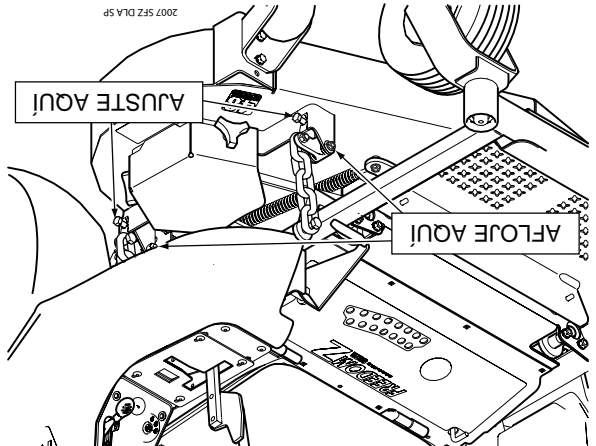

Figura 6-7. Ajuste de altura de la plataforma de corte
3. Afloje las tuercas elásticas de tope que aseguran los puntos de fijación del nivel de la plataforma en ambos lados de la plataforma de corte. (Vea la Figura 6-7).